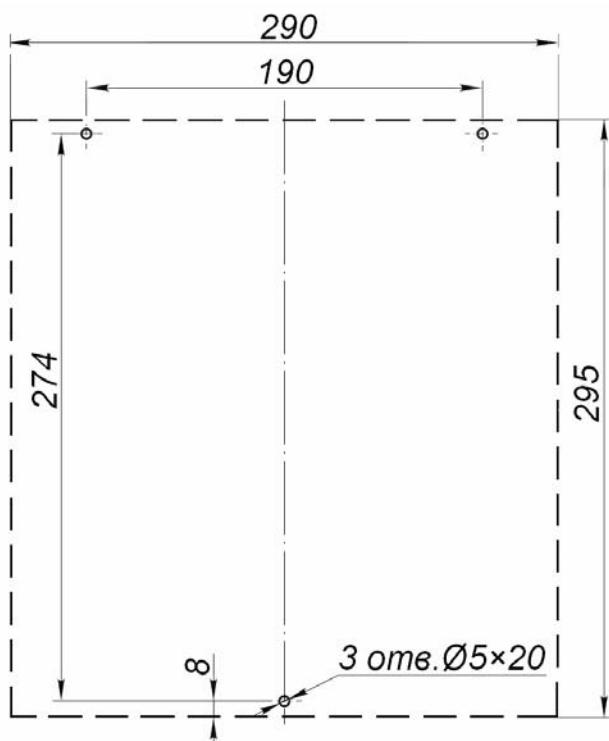

**Рисунок 9. Схема разметки для монтажа турникета (пунктиром показаны габариты стойки турникета и положение одной из его створок)**
- разметку установочных отверстий следует производить в соответствии с рис. 9 и 14;
- Выполните на полу разметку под анкеры для установки стойки турникета и кабельные каналы для прокладки кабеля управления (10), кабеля питания (11) в соответствии с рис. 9 и планировкой Вашей проходной. Схема разметки для монтажа формирователя прохода представлена в Приложении на рис. 14.